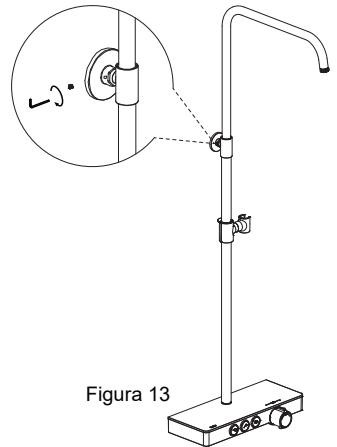

Figura 13
- d) Conecte el conector de la tubería al soporte de pared y utilice la llave Allen para asegurarlo (Figura 13).